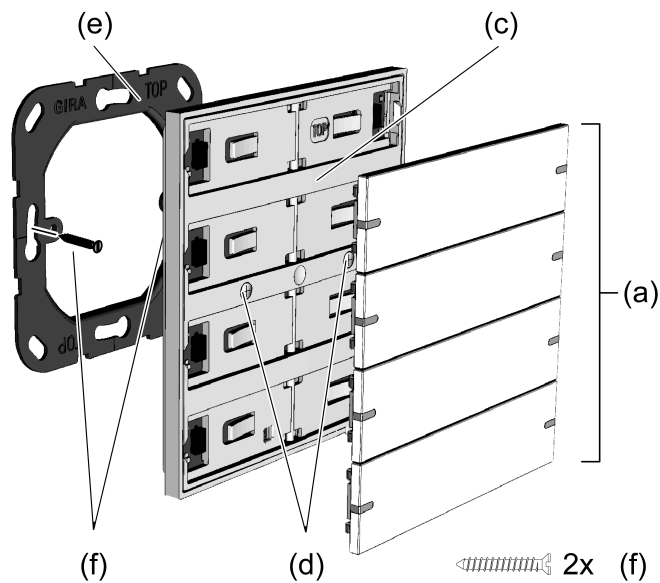
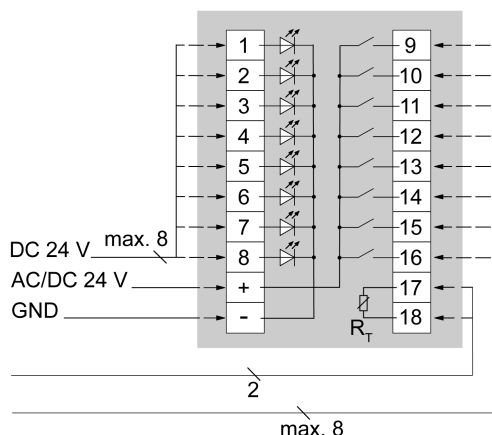

Figura 2: Montaggio dell'apparecchio
Figura 3: Collegamento sensore a pulsante quadruplo
Esploso (Vedi figura 2)
Montaggio e collegamento dell'apparecchio (Vedi figura 2), (Vedi figura 3)
- Collegare il sensore a pulsante (c) come in (Vedi figura 3)